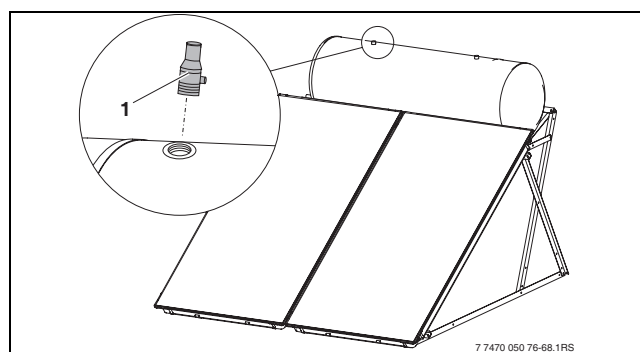

Fig. 81 Montage de la soupape de sécurité côté solaire
- ▶ Monter la soupape de sécurité côté solaire 2,5 bar (fig. 81, [1]) en haut sur le ballon.